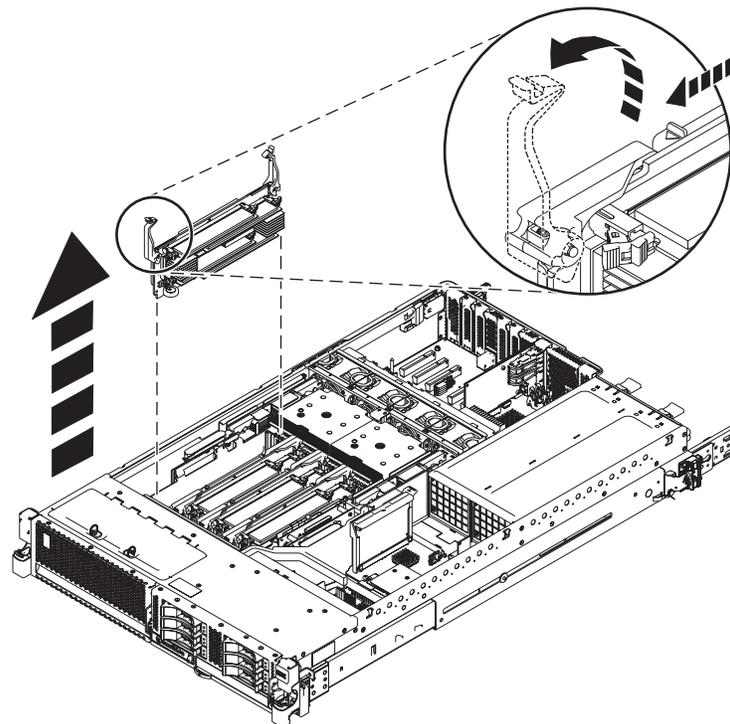

Figura 4. Removendo um riser de módulo de memória
9. Se você estiver incluindo memória em um riser existente, remova o riser de memória do sistema puxando as guias de trava para a posição aberta e elevando o riser de memória para fora do sistema, consulte Figura 4.